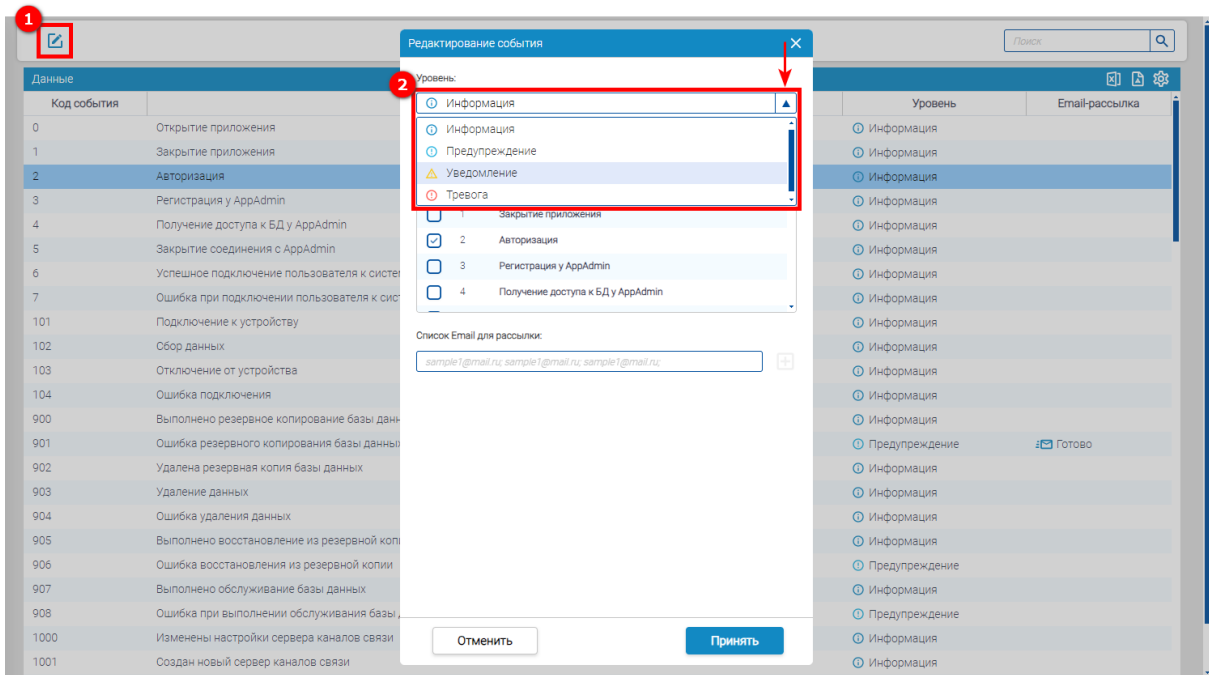

Рисунок 80 – Настройка событий системного журнала – Настройка уведомлений на электронную почту
Для настройки уведомлений на электронную почту о произошедшем событии необходимо выбрать событие левой кнопкой мыши и нажать кнопку (1) (см. рисунок 80). Далее в открывшемся окне выбрать из раскрывающегося списка необходимый уровень события (2).